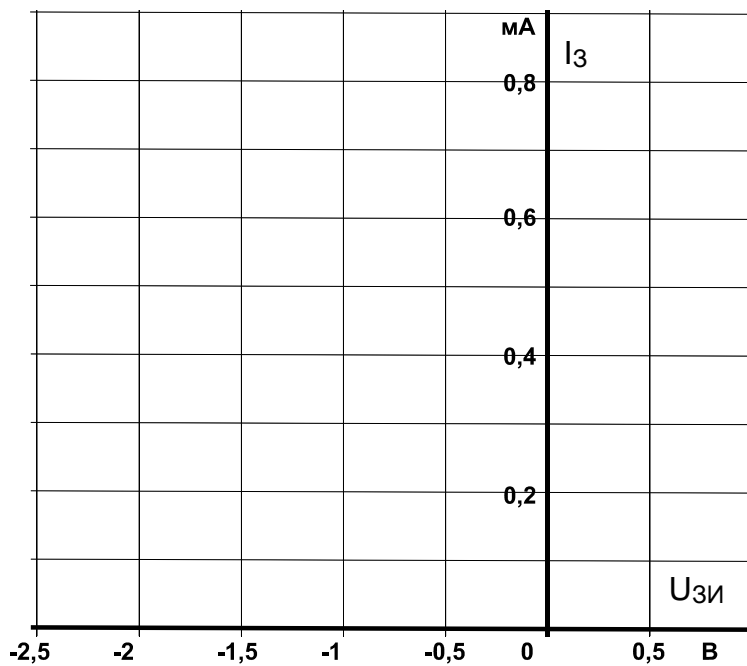

Рис. 5.3.2
- На графиках (рис. 5.3.2 и 5.3.3) постройте кривые зависимостей тока затвора I_з и тока стока I_с от напряжения U_{зи}.